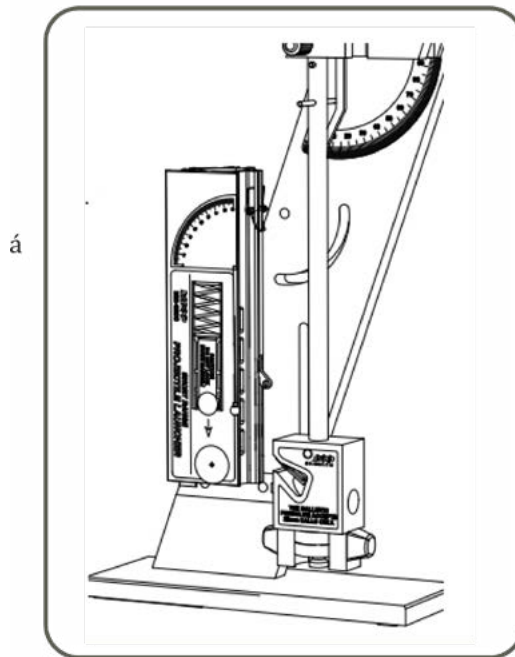

Figura 2. Lanzador de proyectiles.
3. Apunta el cañón con el ángulo deseado. Para esto, ayúdate con el transportador dibujado en el equipo (ver figura 2) y con la pesita que cuelga del hilo.